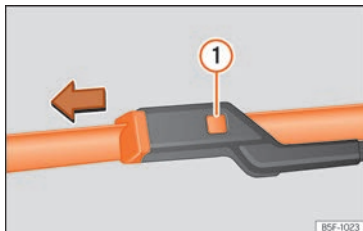

Abb. 189 Scheibenwischerblätter vorne auswechseln.
- Die Entriegelungstaste >>> (Abb. 189) ① gedrückt halten und gleichzeitig das Scheibenwischerblatt vorsichtig in Pfeilrichtung abziehen.